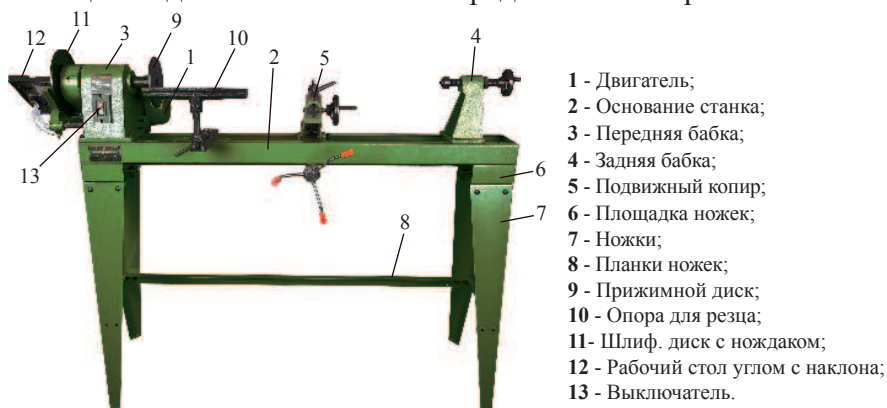

Рис. 1
4.1 Общий вид станка схематично представлено на рис.1